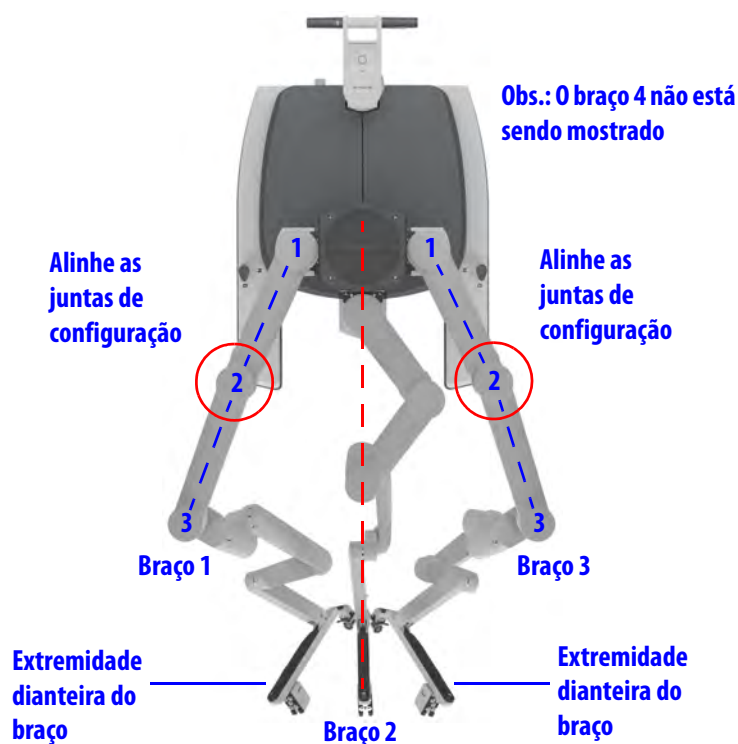

Figura 3.3 Alinhe as juntas de configuração no sistema *da Vinci X*
3. Para os braços 1 e 3, posicione as juntas de configuração da seguinte maneira (Figura 3.3):